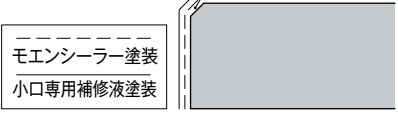

図2 同質出隅小口部の補修塗装
- ▶ 面取り加工面・小口にモエンシーラーを塗布し、乾燥後に小口専用補修液を塗布する。(図2参照)